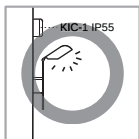

FIG.1
- Eviter des sources lumineuses artificielles se dirigeant directement sur le KIC-1 IP55 comme les éclairages connectés (Voir FIG.1).